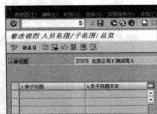

图 6-9 “修改视图人员范围/子范围：总览”界面
STEP 3 在弹出的“修改视图人员范围/子范围：总览”界面中，可以单击“新条目”按钮新增人事子范围，同时也可以选择某条人事子范围，然后进行修改、删除、复制等操作，如图 6-9 所示。